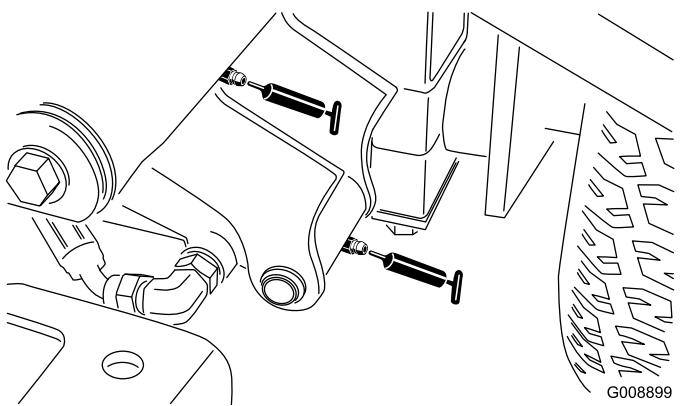

**Рисунок 35**
- Два задних шарнира подъемного рычага и подъемного цилиндра (Рисунок 35)